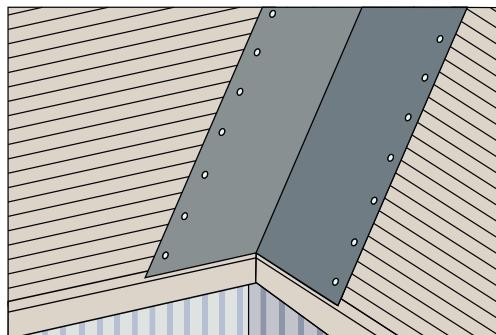

Рис. 10
- Укладка подкладочного ковра начинается от места ендовы (рис.10). Далее по скату;